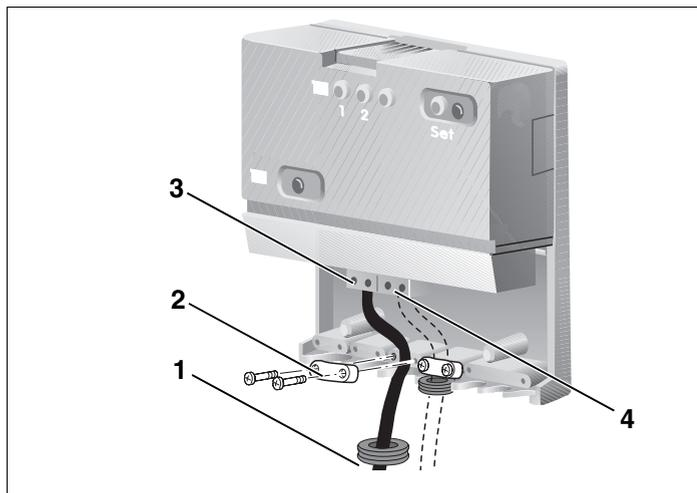

Fig. 6 Branchements électriques
- Glisser d'abord les douilles en caoutchouc (fig. 6, **pos. 1**) sur le câble.
- Raccorder le câble bus aux bornes (fig. 6, **pos. 3** ou **4**) selon le schéma de connexion.
- Visser le serre-câble correctement (fig. 6, **pos. 2**) avec les colliers joints à la livraison.